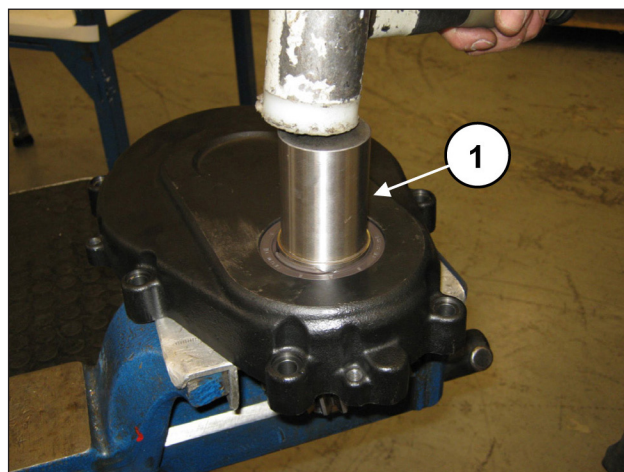

图8
将小齿轮与盖分开 · 可用圆锤敲锤小齿轮 (位置① · 图8)。